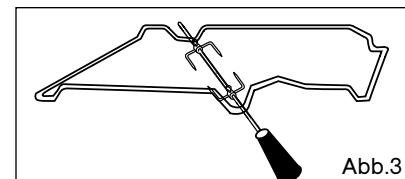

Abb.3
• Bratspieß (Abb. 3) modellabhängig